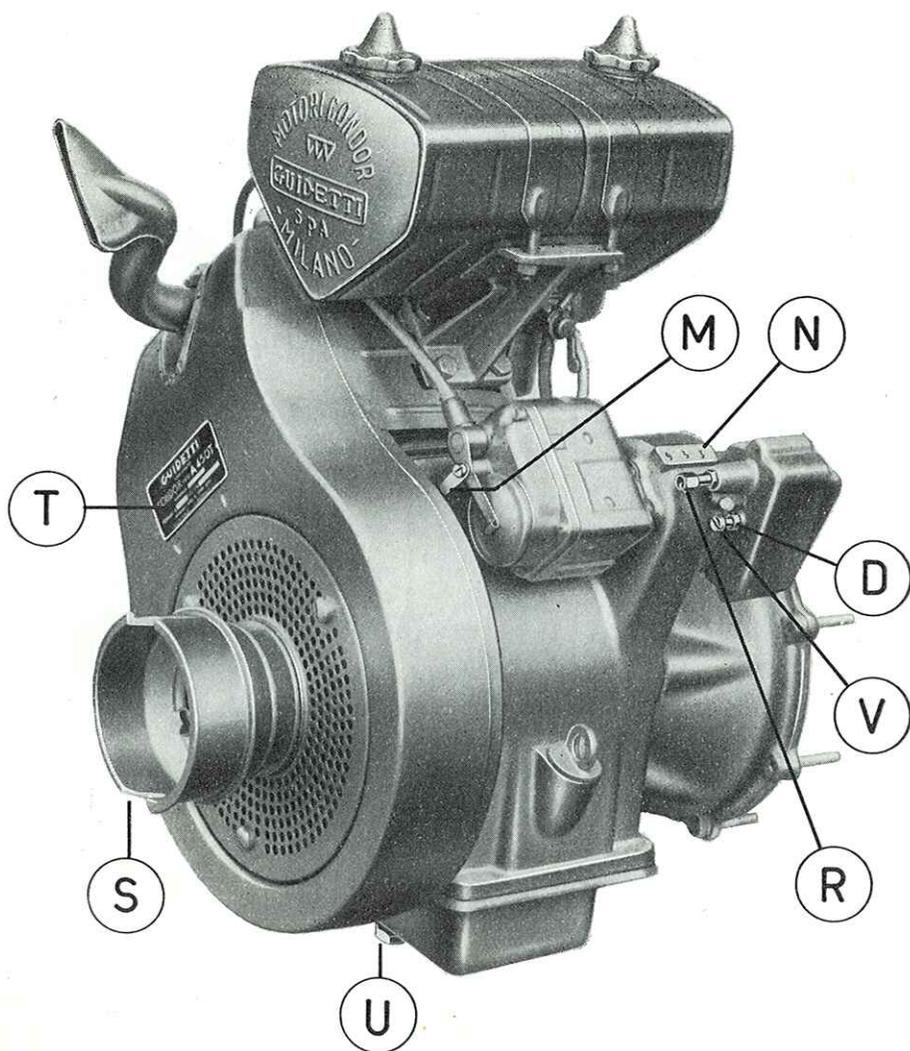

FIG. 1
- 5) **Avviamento**: ruotare a mano il motore in senso inverso fino a sentire la resistenza dovuta alla compressione. Indi avvolgere la fune sulla fascia della puleggia S (fig. 1) innestando il nodo terminale nel dente apposito. Tirare con decisione ed il motore si avvierà.
In base alla richiesta del cliente la Casa regola e limita la massima velocità del motore mediante la vite V (fig. 1) bloccata dal controdado D e ne sigilla la posizione per evitare manomissioni.
- c) quando il motore avrà ripreso a funzionare regolarmente a benzina chiudere il rubinetto e schiacciare il bottone di massa M (fig. 1) posto sul magnete.
Dopo le prime 20 ore di funzionamento e successivamente ogni 100 ore sostituire completamente l'olio nella quantità e qualità specificate alle pagine 2 e 6 scaricando quello vecchio dalla coppa attraverso il tappo U (fig. 1). Tutti i giorni comunque verificare, con motore perfettamente in piano, il livello e se necessario aggiungere olio fresco. Evitare in modo assoluto che il livello scenda al di sotto del segno del minimo.